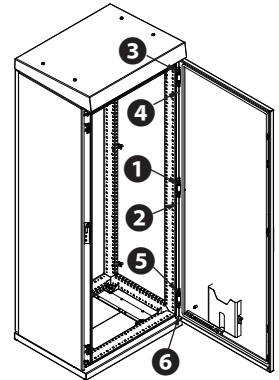

図 5 ギャビンヒンジのはめ合わせ順序
- ・図 5 に表記されている順番に蝶番ピンをはめ合わせると、容易に扉を取付けることができます。